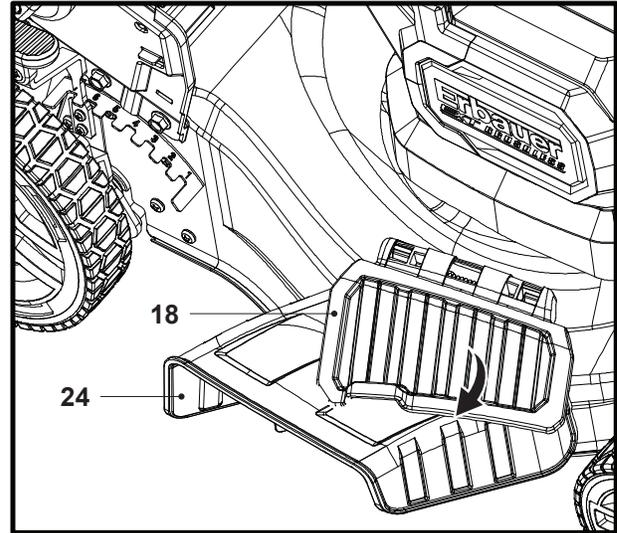

Fig. 17
4. Relâcher doucement le déflecteur latéral (18) (Fig. 17) ; le dispositif d'éjection latérale (24) est alors prêt à l'emploi.